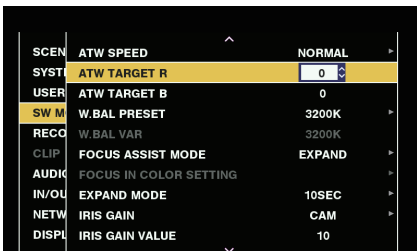
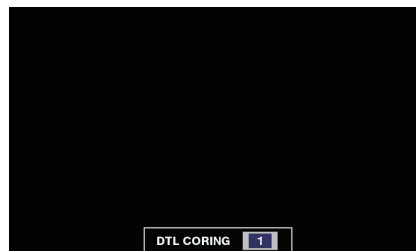

図 3
図 4
- 一部のメニューでは、数値設定のための画面がメニュー画面上（図 3）、または画面の下部（図 4）に表示されます。